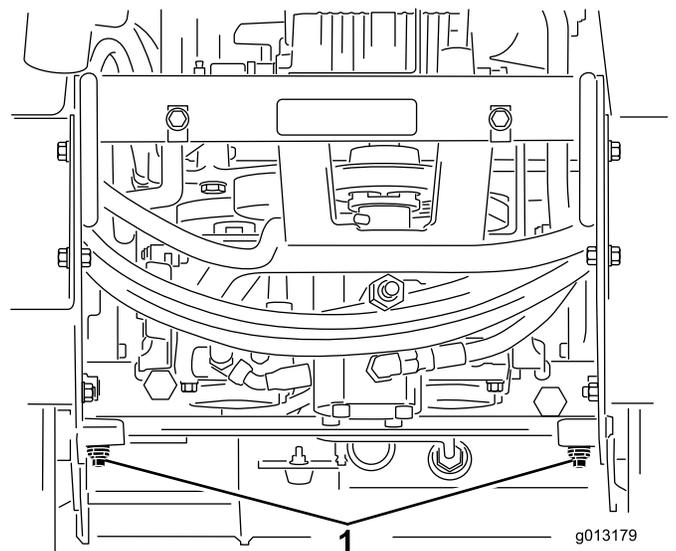

Figura 21
3. Usando una llave inglesa, gire las válvulas de remolcado de los motores hidráulicos dos vueltas en el sentido contrario a las agujas del reloj (Figura 21).